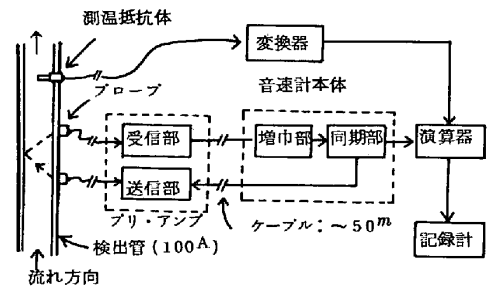

図1 クーラント濃度計構成図
2. 測定原理と装置 クーラント・エマルジョンは水と油脂の混合分散系であり、①油脂分が分離しやすく不安定 ②油脂分が物に付着しやすい ③鉄粉や気泡を含有している等、固有の誤差要因が多い。我々は種々検討の結果エマルジョン中の音波伝播速度と温度とから濃度を検出する方式が最も誤差要因の影響が少ない事を見出し、図1に示す音速測定方式の濃度計測開発を推進し、完成させた。音速測定には最もよく使われるシング・アラウンド方式のものを採用した。測定原理としては、乳化液中の一定距離を濃度に応じた配分で音波が水中と油中を通過するとしたモデル、つまり